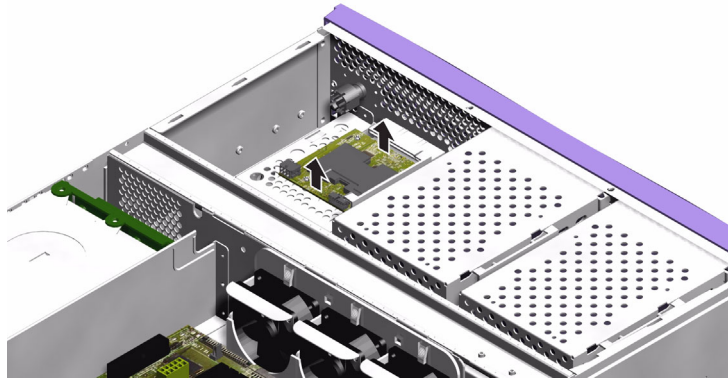

図 1-11 システム構成カードリーダーの取り外し
7. システム構成カードリーダーを取り外します (図 1-11)。